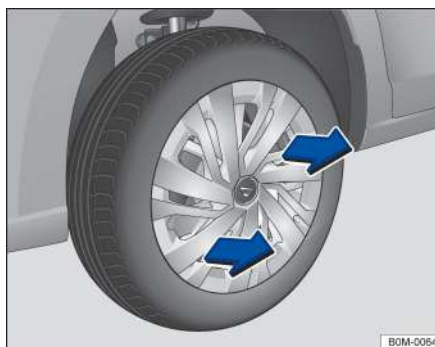

Рисунок 128. Снятие колпака колёсного диска
- Вытяните кожух колпака в направлении, указанном стрелкой на Рисунок 128. ◀